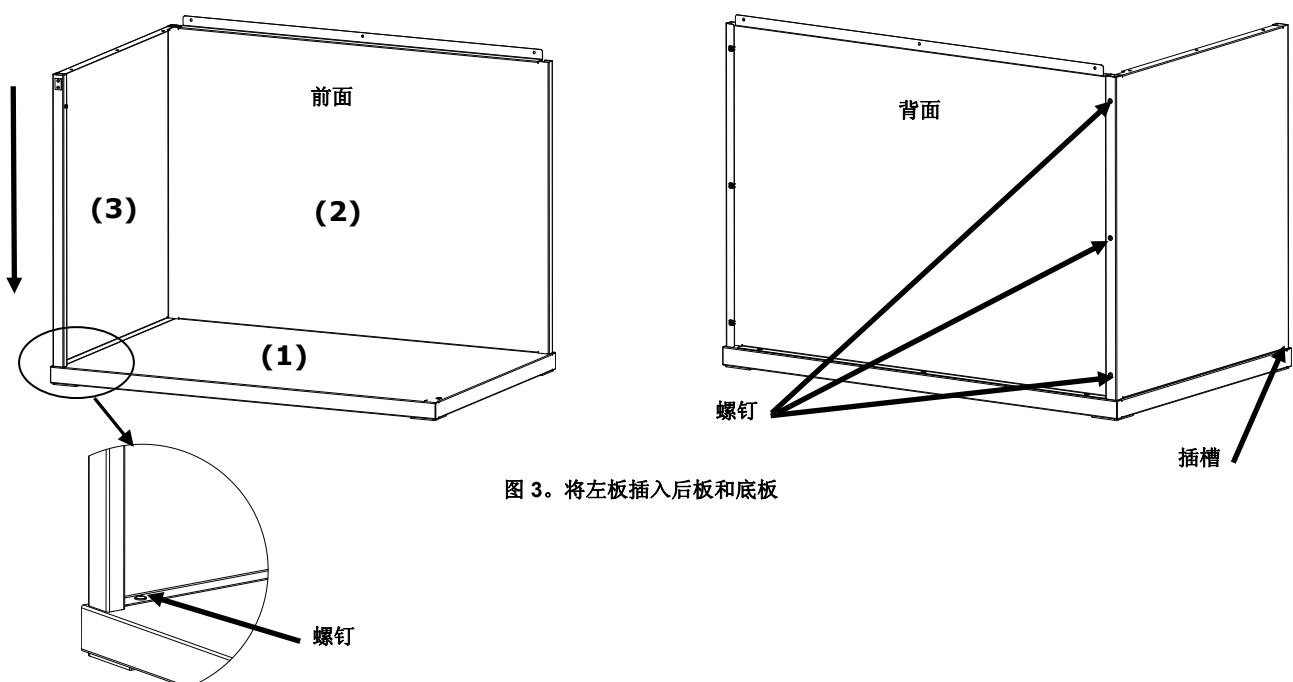

图 3. 将左板插入后板和底板
3. 扶住后板 (2)，将左板 (3) 光滑面朝外置于后板 (2) 的上方边缘处。
4. 将左板 (3) 沿着互锁槽向下滑动，直至左板 (3) 的前祥扣插入底板 (1)。按图 3 所示，用四颗螺钉将左板 (3) 固定至底板和后板。